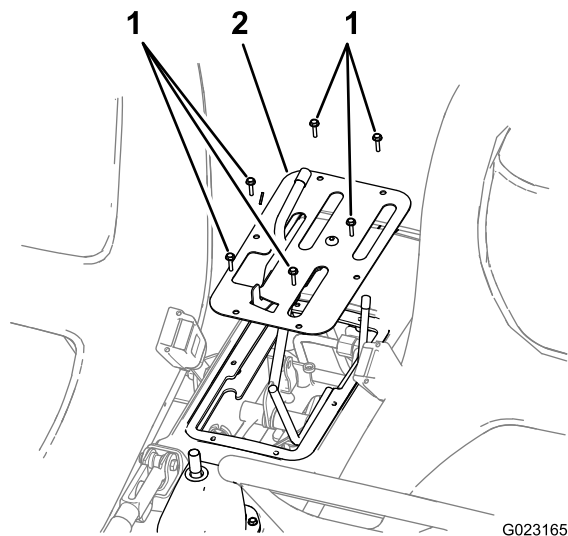

Figura 7
4. Retire los 6 tornillos que sujetan el borde exterior de la tapa de la consola central al chasis, y retire la tapa (Figura 7).